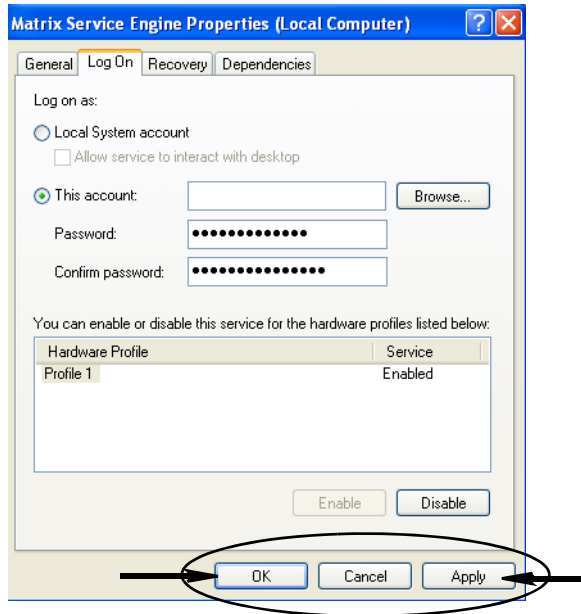

FIG. 41
- Si el ordenador no puede encontrar el nombre de usuario, aparecerá el mensaje de error que se representa en la FIG. 41, página 42. Continúe al paso j.
- i. Haga clic en el botón Aplicar para aplicar los cambios y después en el botón Aceptar (FIG. 41).